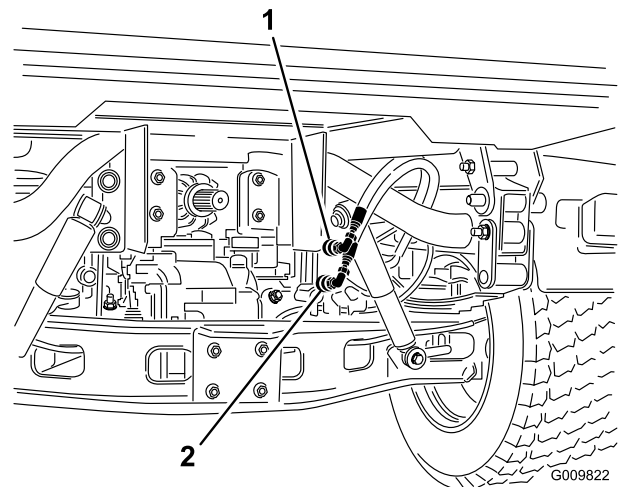

Bild 17
2. Schließen Sie an Fahrzeugen mit Seriennummern 240000001 und höher die zwei Hubzylinderschläuche von den Kupplungen ab, die an der Kupplungshalterung angeschlossen sind (Bild 17). Setzen Sie die Kappen in die Schnellkupplungen des Zylinderschlauchs.